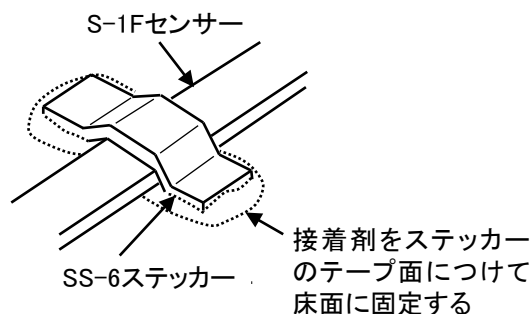

図 14 接着剤併用(SS-6の場合)
- ・ 接着面がコンクリート等で、ステッカーのテープが付きにくい場合は接着剤を併用します(図 14)。この際、接着剤の種類としてコンクリート用接着剤等(酢酸ビニル系)の吸水性のものは使用せず、合成ゴム、合成樹脂系の接着剤を使用してください(酢酸ビニル系接着剤は吸水するため、誤報の原因となることがあるため)。